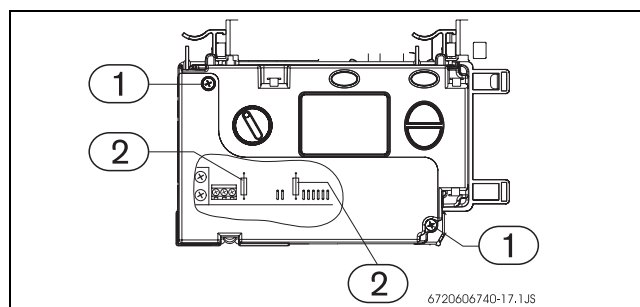

Fig. 25 Quadro comandi
- ▶ Rimuovere le viti dello sportellino, presso il quadro comandi (→Fig. 25, pos. 1).
- ▶ Sostituire il/i fusibile/i (→Fig. 25, pos. 2).